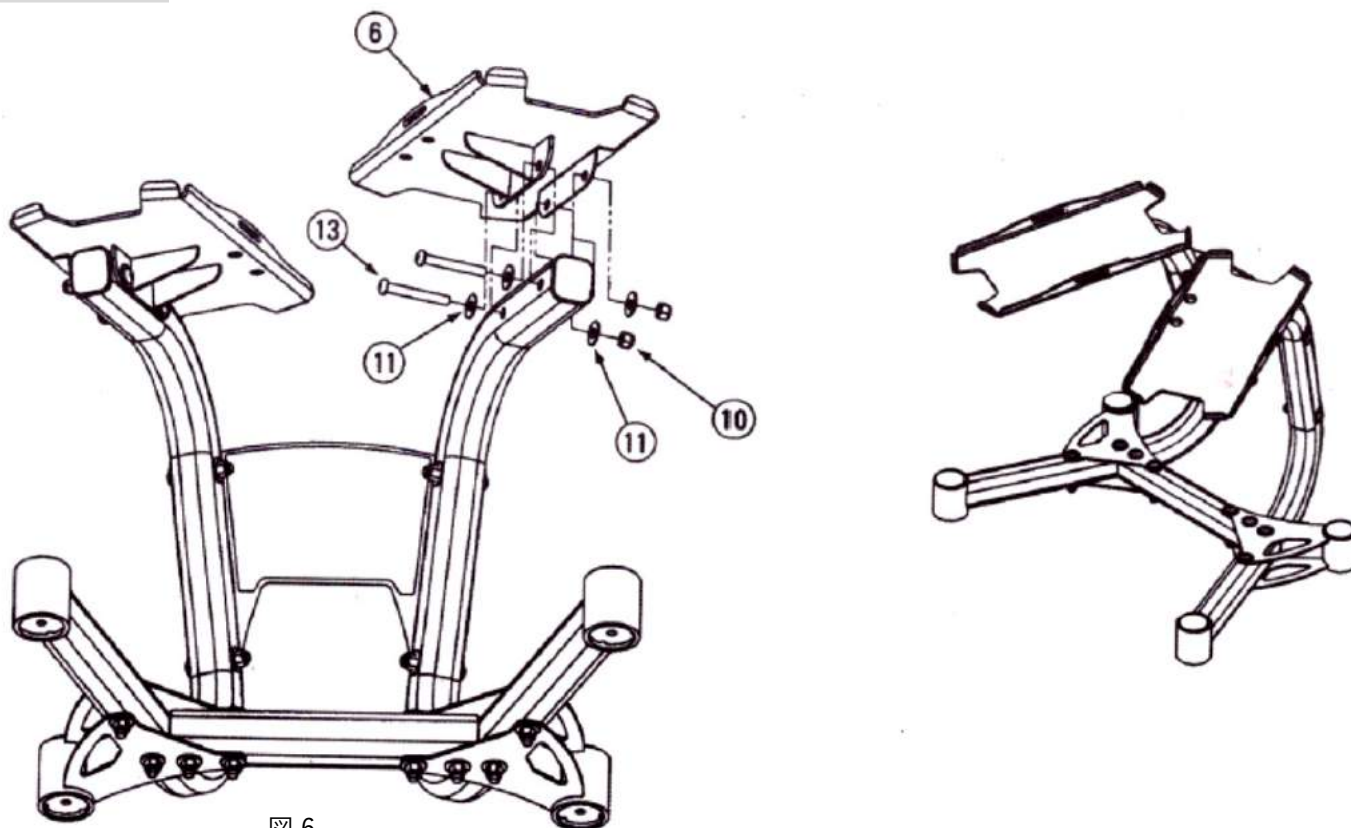

図 6
- 6.1. 図 6 に示した金属部品を使って、右側のダンベル台 (⑥) をスタンド脚部 (④) に取り付けてください。